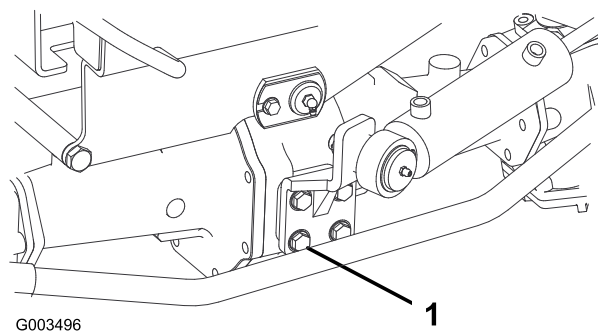

Figura 55
2. Controllate la coppia dei bulloni di fissaggio del cilindro di sterzata (Figura 55). La coppia deve risultare tra 65 e 81 Nm.